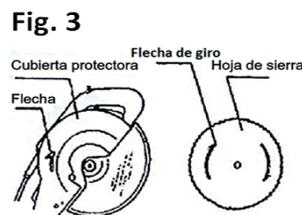

Fig. 3
4.- Para retirar el disco de corte, es necesario primero quitar el plato exterior. (fig.3)
5.- Sustituya el disco de corte colocandolo con los dientes girando a la derecha (fig.3)